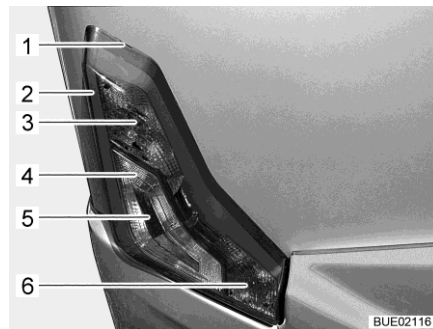

Bild 291 Belysning bak
- Sätt i ett platt verktyg i skåran (Bild 291,1) och lyft av huset försiktigt.